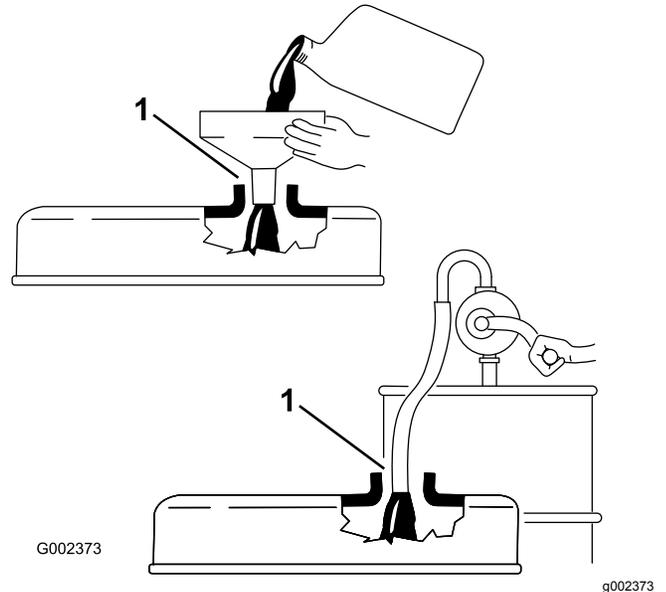

図 31
**重要** エンジンオイルを補給するときには、ディップスティックを抜いておいてください。エンジンオイルを補給する時には、補給口とジョウゴなどの間に必ず 図 31 に示すようなすき間が必要です。これは補給の際に通気を確保し、オイルがブリーザ内部に侵入しないようにするためです。